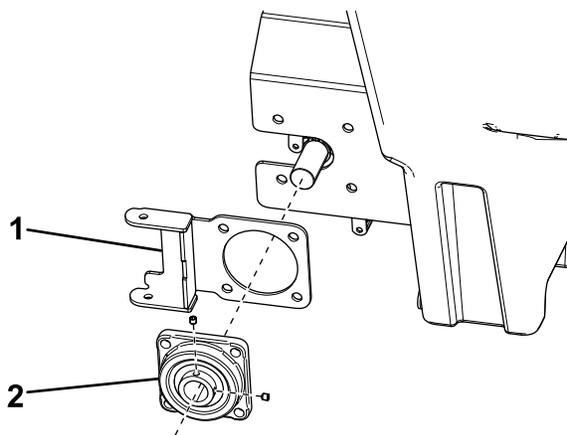

Bild 16
- 13. Entsorgen Sie die beiden Stellschrauben, mit denen das Lager an der Antriebswelle befestigt ist mit denen das Lager an der Antriebswelle befestigt ist, und entsorgen Sie das Lager (Bild 16). Bewahren Sie die rechte Halterung der Zapfensicherung auf.